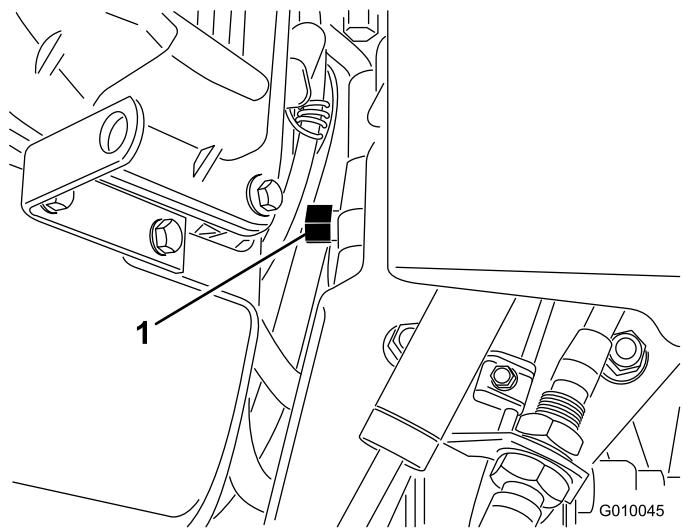

図 30
2. レンチ(5/8")を使ってバイパス・バルブを左回りに1回転させる。これで油圧回路がバイパスされ、車輪が自由に回るようになる(図30)。
4. エアレータの運転を再開するには、バイパス・バルブを右回りに1回転させる(図30)。